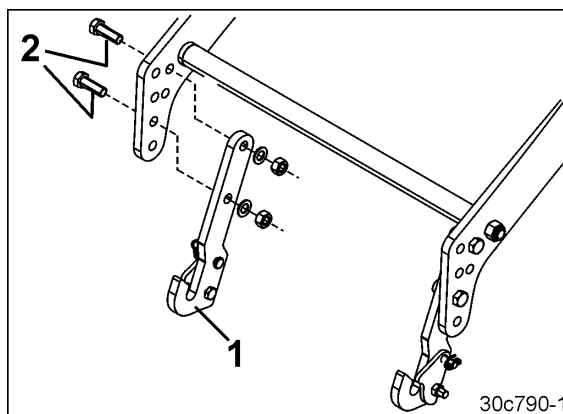

Рис. 88
1. Закрепите каждый захватный крюк (Рис. 88/1) на подъемной раме двумя болтами (Рис. 88/2).